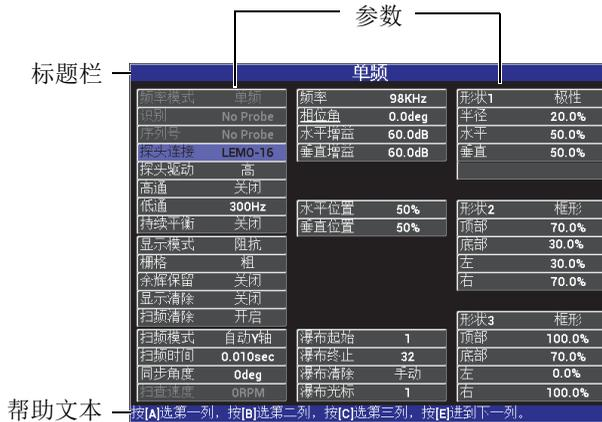

图 4-18 所有设置菜单（两个屏幕的第一个屏幕）
**所有设置**菜单可使用户访问仪器的所有菜单。所有设置菜单分为两个屏幕（菜单）显示，以使用户方便地阅读和浏览菜单中的文本信息（参见第 97 页的图 4-18）。